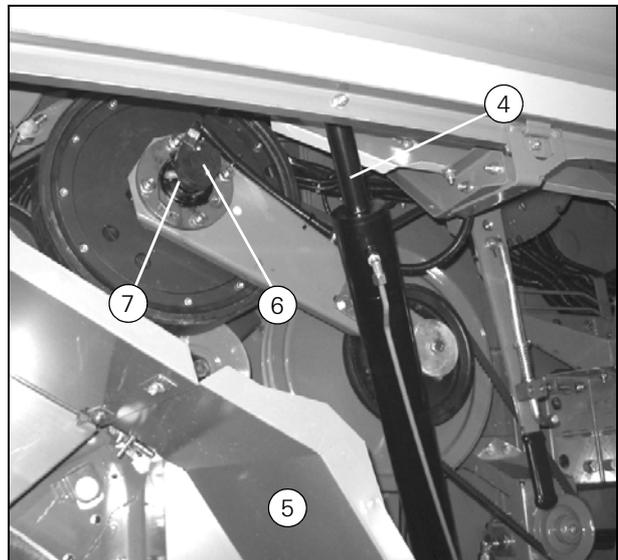

Рисунок 40
- Присоедините провода к коммутатору (Рис. 40): красный провод к +, черный провод к –.